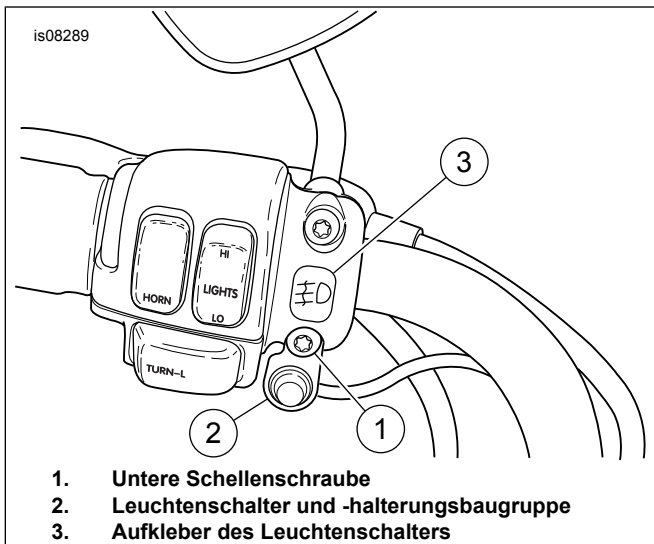

Abbildung 7. Siehe Einbauen des Leuchtschalters auf der Kupplungshebelschelle (Modelle ab 1996 abgebildet).
15. Siehe Abbildung 7. Die untere Schraube (1) und Unterlegscheibe von der Kupplungshebelschelle entfernen und den Leuchtschalter und die Halterungsbaugruppe (2) anbringen. Die Schraube und Unterlegscheibe einbauen und auf ein Drehmoment von 7–9 N·m (60–80 in-lb) anziehen. **Für internationale Anwendungen:** Den Aufkleber für den Nebelscheinwerferschalter (3) an der Kupplungshebelschelle anbringen.